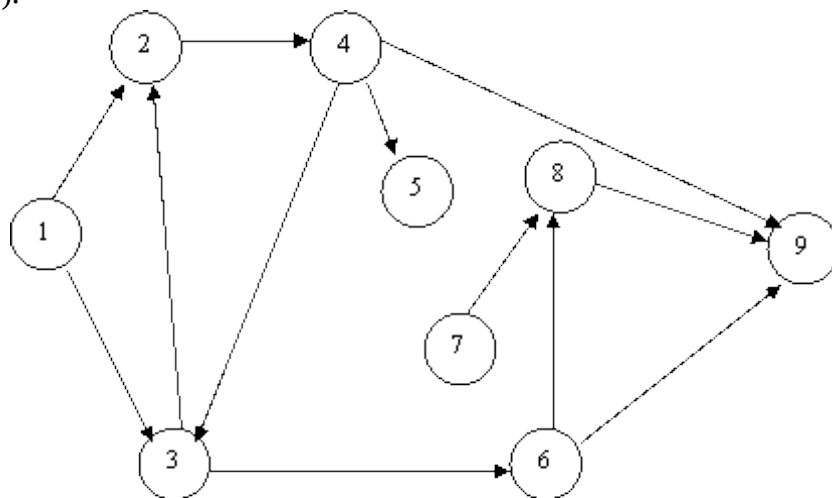

Рисунок 2 – Основные ошибки в построении сетевой модели
Перед расчетом СМ следует убедиться, что она удовлетворяет следующим основным требованиям: 1. События правильно пронумерованы, т. е. для каждой работы (i, j) $i < j$ (рисунок 2, работы (4-3) и (3-2)). При невыполнении этого требования необходимо использовать алгоритм пере нумерации событий, который заключается в следующем: - нумерация событий начинается с исходного события, которому присваивается № 1; - из исходного события вычеркивают все исходящие из него работы (стрелки), и на оставшейся сети находят событие, в которое не входит ни одна работа, ему и присваивают № 2;
2. Отсутствуют тупиковые события (кроме завершающего), т. е. такие, за которыми не следует хотя бы одна работа (рисунок 2, событие 5);